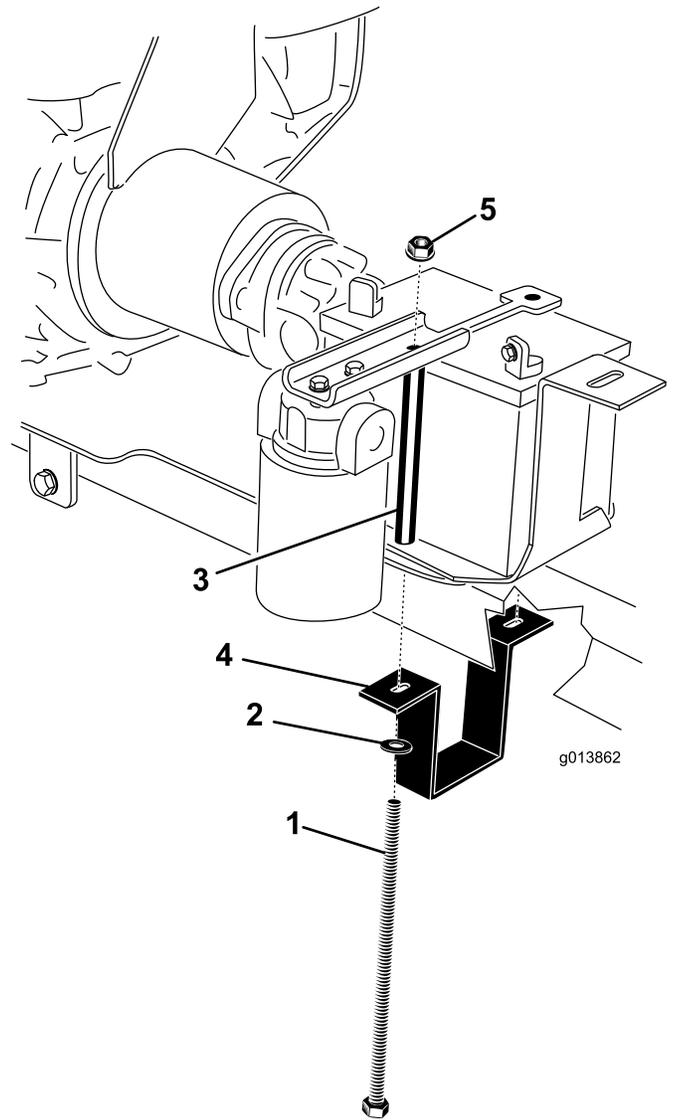

Figure 8
1. Tube d'attelage 2. Boulons de fixation (2)
21. Ajustez le support du moteur de sorte qu'il soit bien serré contre le tube d'attelage. Serrez complètement les deux boulons qui fixent les supports du moteur à la plaque de montage (Figure 8).
22. Vérifiez que les plaques de montage sont de niveau et serrez complètement les (2) boulons 13 mm x 13 cm insérés dans les trous inférieurs des supports du moteur.
23. Placez la batterie sur son support, en positionnant les bornes comme illustré à la Figure 8.
24. Placez la barrette de maintien sur la batterie (Figure 8).
25. Maintenez la barrette de fixation de la batterie autour du tube d'attelage (Figure 8).
26. Du côté droit, insérez un boulon dans la rondelle, le support de montage de la batterie, la plaque de montage du moteur, le support de la batterie et la barrette de maintien. Placez et serrez légèrement un écrou à embase (Figure 8).
27. Du côté gauche, insérez un boulon dans la rondelle, le support de montage de la batterie, la plaque de montage du moteur, le support de la batterie, le tube de boulon et la barrette de maintien de la batterie. Placez et serrez légèrement un écrou à embase (Figure 8).